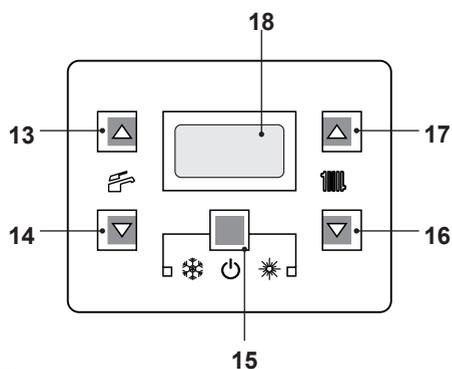
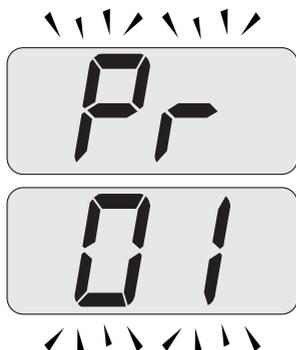
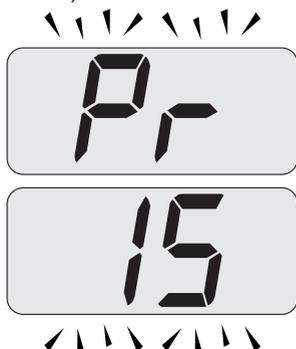

Figura 5.44
Figura 5.45
Figura 5.46
- Entrare in "modalità programmazione" premendo contemporaneamente per 10 secondi i tasti 15 - 16 - 17 (Figura 5.44) fino a far apparire sul display LCD le lettere **Pr** che si alternano con il codice **01**, indicanti l'entrata nel "parametro 01" (Figura 5.45).
- Scorrere i vari parametri utilizzando i tasti 16 o 17 fino a far apparire sul display LCD le lettere **Pr** che si alternano con il codice **15**, indicanti l'entrata nel "parametro 15" (Figura 5.46).
e 17 (Figura 5.44) fino a far apparire sul display LCD il valore del parametro 15 (Figura 5.47).
- Premendo il tasto 15 (Figura 5.44) si ottiene la conferma del valore inserito.
- Premendo contemporaneamente i tasti 15 e 16 (Figura 5.44) si esce senza modificare il valore (ritorno alla lista parametri Figura 5.46)
- Premendo contemporaneamente per 10 secondi i tasti 15 - 16 - 17 (Figura 5.44) si esce dalla "modalità programmazione".
Comunque se la temperatura ambiente non dovesse essere confortevole si può aumentare o diminuire la temperatura di mandata dell'impianto riscaldamento di  $\pm 15^{\circ}\text{C}$  agendo sui tasti 16 (diminuzione) e 17 (aumento) (Figura 5.44).